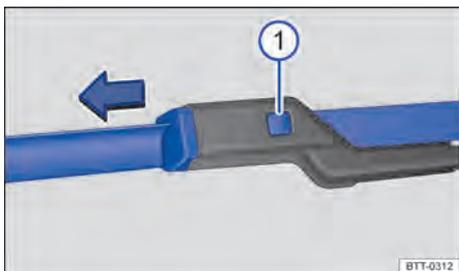

Fig. 207 Substituir as palhetas dos limpadores do para-brisa.
- Manter o botão de destravamento \Rightarrow Fig. 207  pressionado e, ao mesmo tempo, retirar a palheta dos limpadores do para-brisa no sentido da seta.